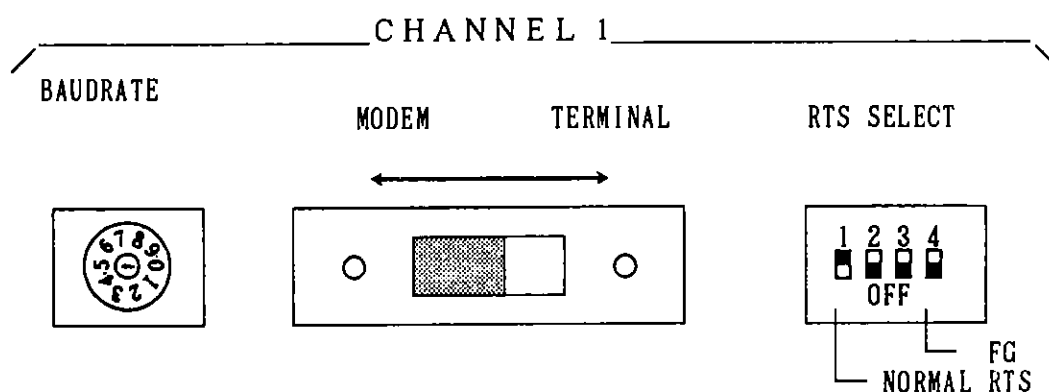

図4-3-2 CH1の設定
- (1) IBM PCおよびIE-78130の電源を切って下さい。
- (2) IE-78130のCH1を図4-3-2のように設定して下さい。